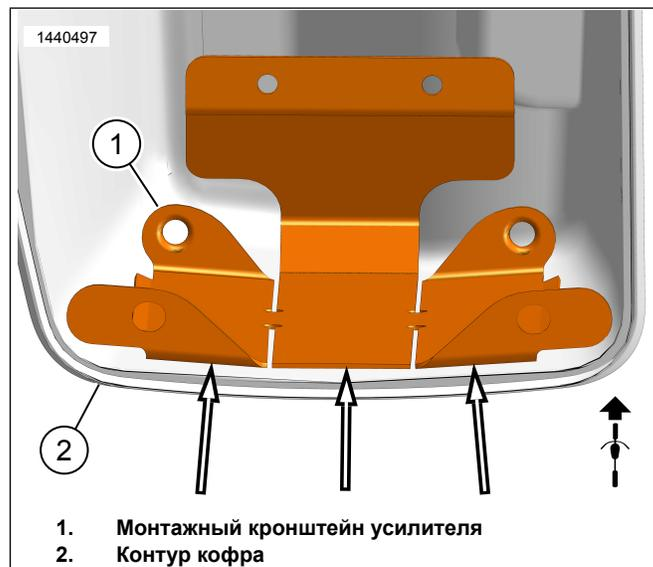

Рисунок 6. Контур кофра
- b. См. рис. 6. Используйте пазы в монтажном кронштейне (1), чтобы изогнуть его и подогнать под контур кофра (2) без раскачивания. Это обеспечит лучший контакт и сцепление с лентой. Пока не снимайте ленту.